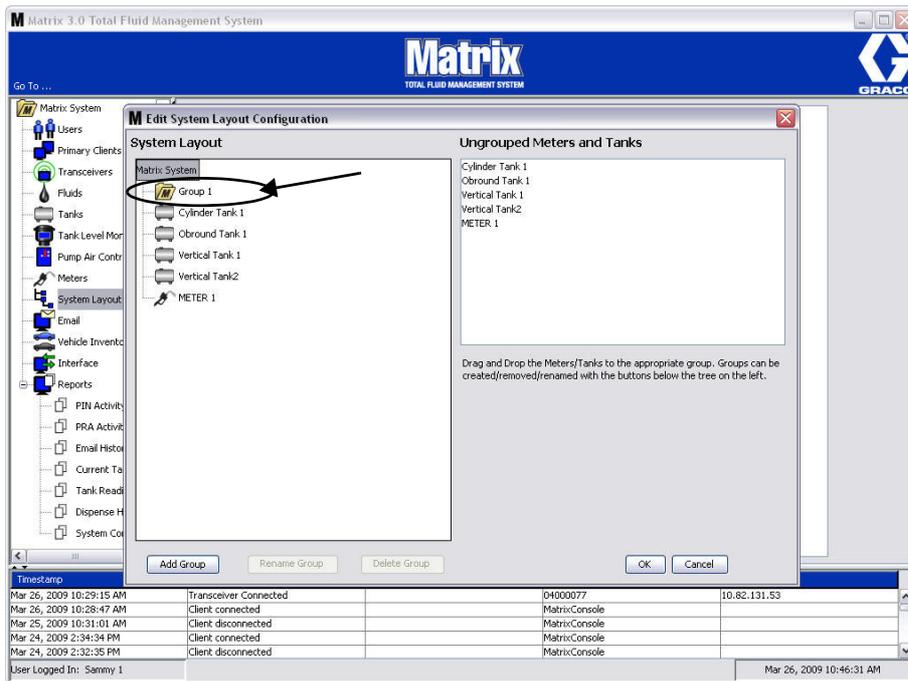

FIG. 127
6. È aggiunta una cartella sul lato del sistema Matrix della schermata, come mostrato nella FIG. 127.